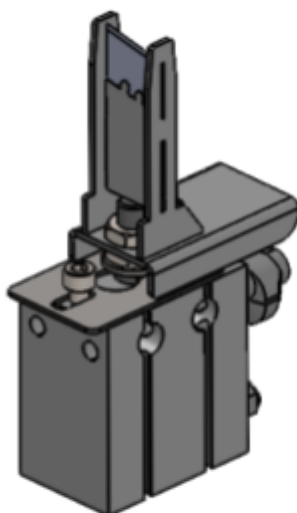

Abbildung 12
Schritt 6: Schieben Sie ein neues Messer in den Halter und halten Sie die Verriegelungsplatte nach oben, um das Messer an seinem Platz zu halten. Drehen Sie nun den Messerhalter wieder auf den Zylinder (Abbildung 12 und Schritt 4) und das Messer wird sich wieder befestigen.